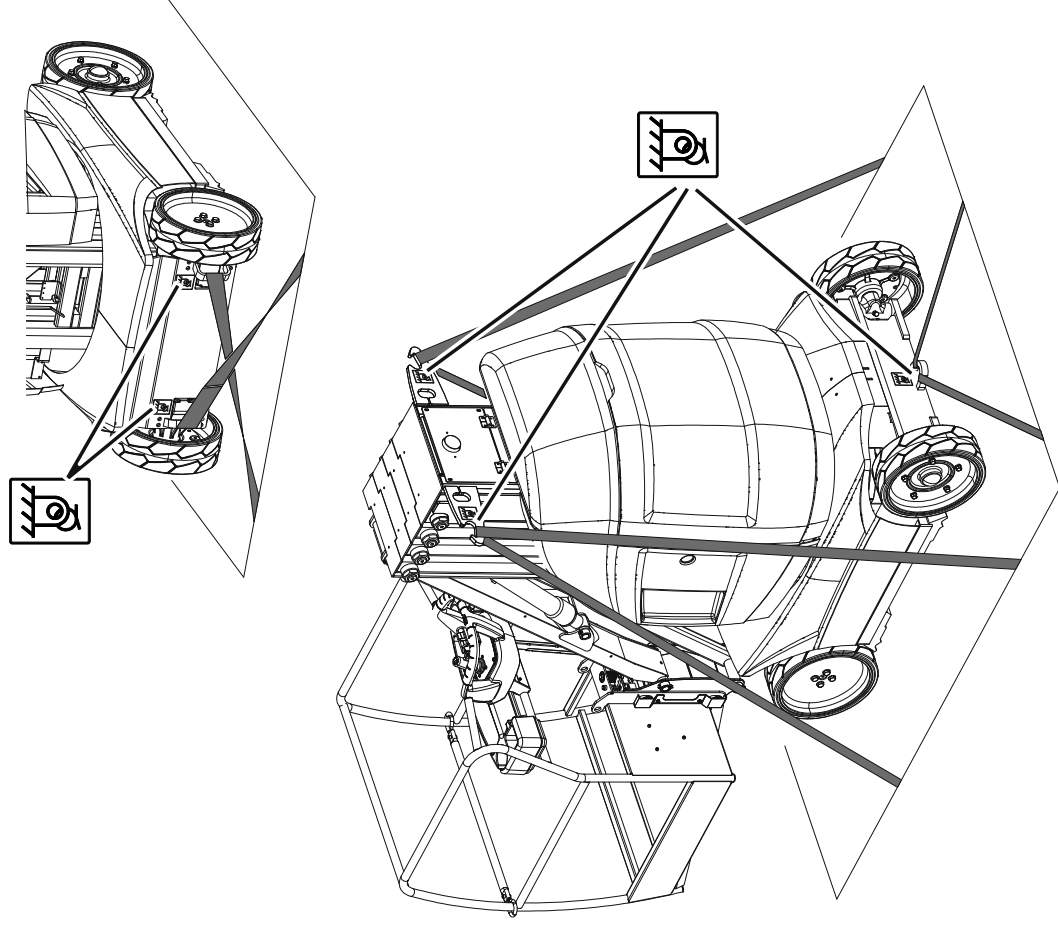

Figura 4-9. Sujeción de la máquina
- La máquina debe sujetarse a la plataforma de la carretilla o del tráiler como se muestra en la Figura 4-9.